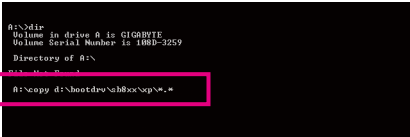

图1
- 若要复制AMD SB850 SATA控制器的驱动程序，请输入(图1): (注一)